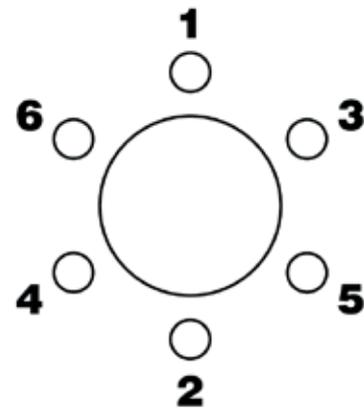

Figura 10-12
4. Aperte com o torque recomendado, seguindo a sequência correta. Veja a figura 10-12, 10-13 e 10-14.